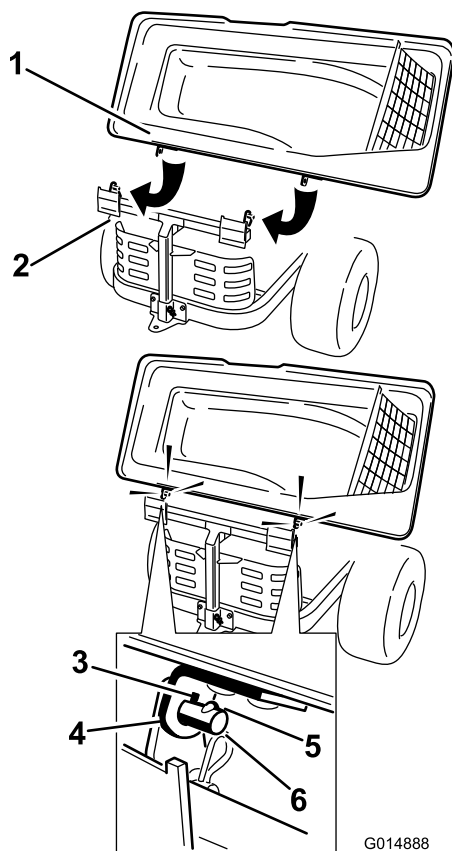

Figura 16
2. Girate il coperchio del sistema di raccolta per allineare i fori della chiavetta nelle staffe superiori del sistema di raccolta alle chiavette previste nei colonnini del relativo telaio (Figura 16).